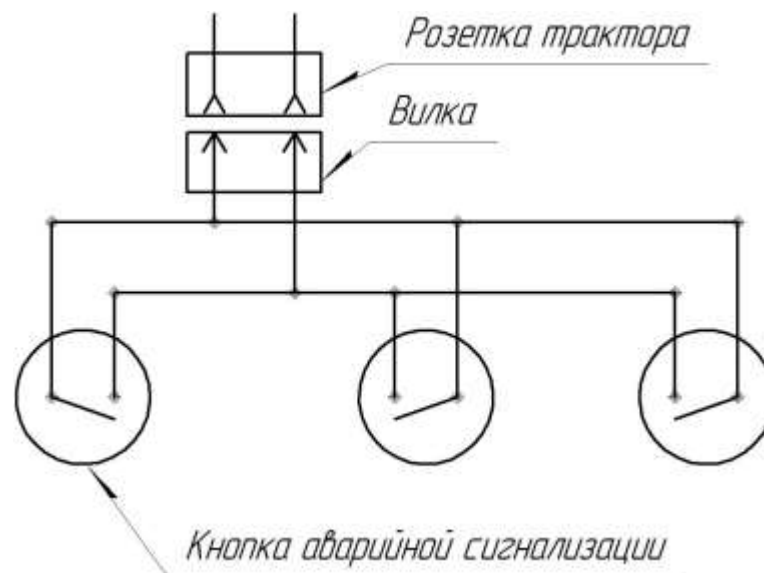

Рисунок 10 – Схема подключения кнопок аварийной сигнализации
3.10 Выполнить подключение кнопок аварийной сигнализации согласно схемы рис.10